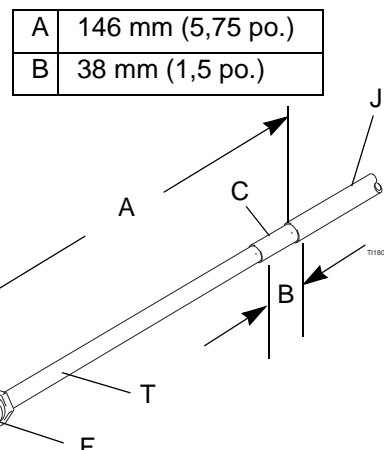

Fig. 6 . Dimensions des flexibles pour produit hydrosoluble
2. Pour que le flexible à fluide hydrosoluble s'adapte bien, il doit être dénudé et monté aux dimensions indiquées dans la FIGURE 6. Appliquez de la graisse diélectrique sur le tuyau intérieur (T) du flexible. Faites glisser le raccord (F) sur le tuyau (T). Enfoncez le raccord cannelé (G) dans le tuyau jusqu'à ce que son épaulement s'appuie sur le tuyau. On obtient ainsi un nouveau flexible à fluide Graco